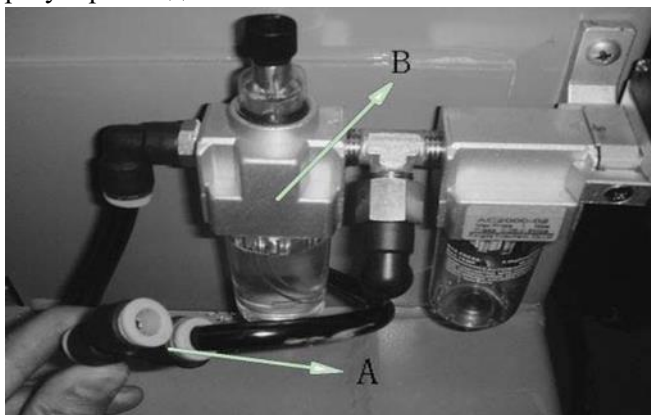

Рис. 14.5
14.1.6 Подсоедините шланг подачи воздуха и используйте Y-образный наконечник (рис. 14.5 А) для подсоединения выходного шланга, а другой конец подсоедините к входу вспомогательного клапана регулировки давления.